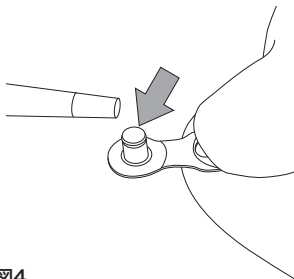

図4
- チェーン用の潤滑剤を使用し、C-リンク™ のピンに注油を行います (図4)。